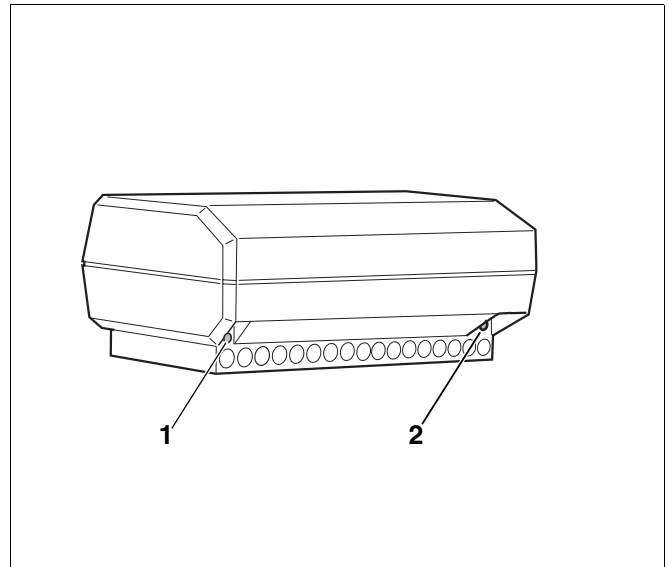
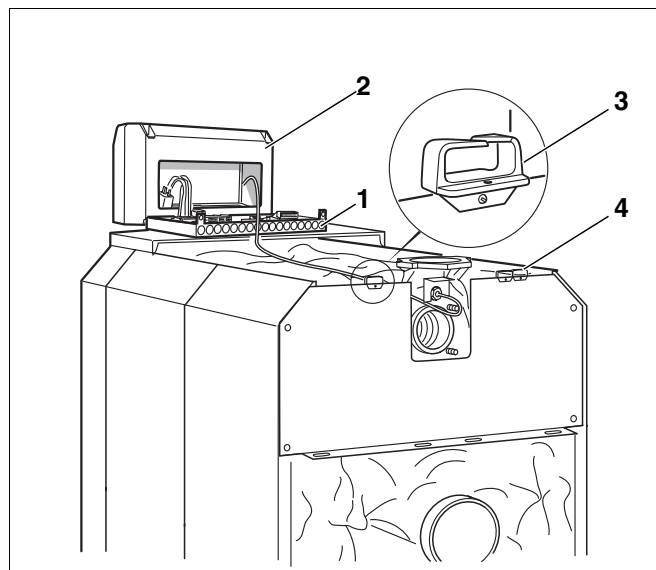

Abb. 60 Regelgerät öffnen
Abb. 63 Elektrischer Anschluss
- Die beiden Sicherungsschrauben (Abb. 60, **Pos. 1** und **2**) hinten am Sockel des Regelgerätes zwei Umdrehungen lösen.
- Kabeldurchführung (Abb. 63, **Pos. 3** und **4**) links oder rechts an der Kesselrückwand anschrauben.
- Oberteil des Regelgerätes (Abb. 63, **Pos. 2**) auf den Sockel (Abb. 63, **Pos. 1**) umklappen und Sicherungsschrauben (Abb. 60, **Pos. 1** und **2**, Seite 42) wieder anziehen.